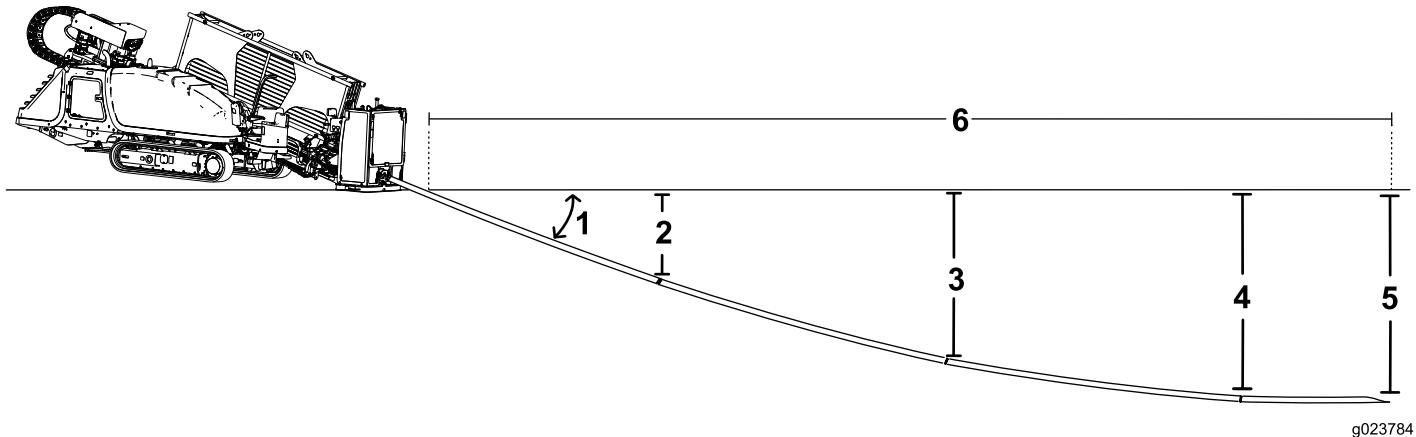

Figura 56
- Inserte los primeros 3 m (10 pies) de broca/tubo en el suelo sin desviación. El extremo de la broca estará a una profundidad de 53 cm (21") (Figura 56).